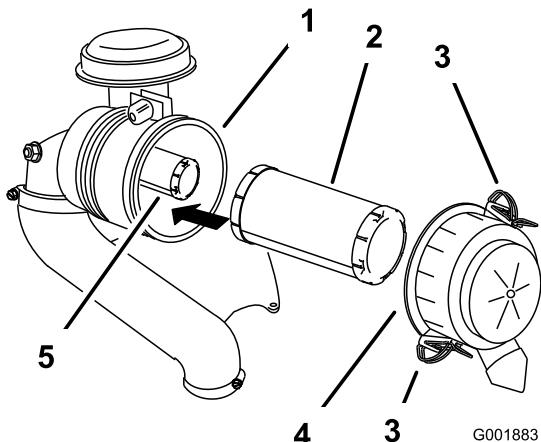

Figura 36
- Presione hacia abajo para abrir los enganches del limpiador de aire y tire de la tapa del limpiador de aire para separarla de la carcasa del limpiador de aire (Figura 36).
- Extraiga con cuidado el filtro primario del cuerpo del limpiador de aire (Figura 36). Evite golpear el filtro contra el lado de la carcasa.
- No limpie el filtro de papel, cámbielo (Figura 36).
- Si va a cambiar el filtro secundario, deslícelo cuidadosamente en el cuerpo del filtro (Figura 36).
- Deslice cuidadosamente el filtro primario por encima del filtro secundario (Figura 36). Asegúrese de que está bien asentado empujando sobre el borde exterior del filtro mientras lo instala.
- Instale la tapa del limpiador de aire y gírela hasta que los enganches la bloqueen en su sitio (Figura 36).